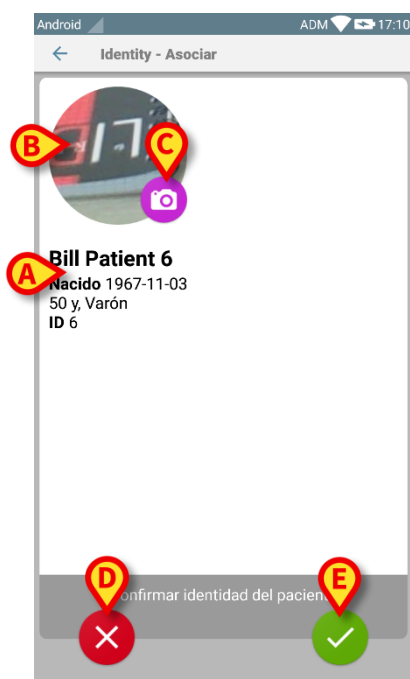

Fig 114
Se muestra una vista de pantalla para el usuario que muestra los principales datos del paciente y una foto del paciente (si la hubiera; de no ser así, se muestra un icono genérico - Fig 114):
- Nombre del paciente, fecha de nacimiento, edad, sexo, código de identificación (Fig 114 **A**);
- Foto del paciente (Fig 114 **B**).
Si falta una foto del paciente, el botón de la Fig 114 **C** permite hacer una nueva. La nueva foto se puede modificar con la finalidad de seleccionar un área reducida adecuada para una vista detallada del paciente en pantalla. La Fig 112 muestra la pantalla de un dispositivo de alta resolución (es decir, no un Myco 1/2).
Por último, la foto del paciente se puede borrar mediante un toque prolongado. El usuario puede negar o confirmar la identificación sugerida del paciente tocando respectivamente los botones en las Fig 114 **D** o Fig 114 **E**. Si se niega la identificación del paciente, el procedimiento se borra. Si el usuario ha actualizado la foto del paciente y se niega la identificación del paciente, la actualización de la foto del paciente también se niega.